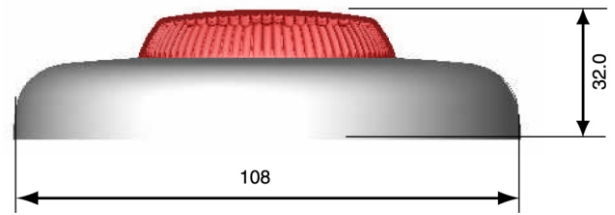

FIG.4 Dimensioni Generali FC430SAB
**Dimensioni:** Le dimensioni generali sono indicate in Fig.3 e Fig.4.